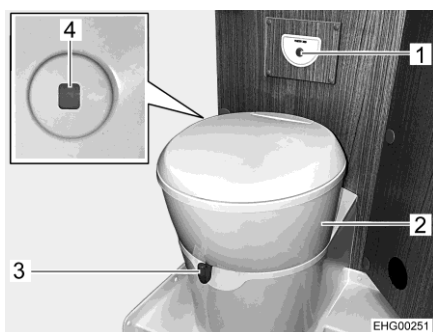

Fig. 104 Toilette
La tazza del WC può essere orientata nella posizione desiderata. A tale scopo, prendere con entrambe le mani la parte superiore (Fig. 104,2) della toilette e ruotare.
La centralina di controllo con il pulsante dello sciacquone (Fig. 104,1) è posizionata vicino alla tazza del WC.
Il colore dell'indicatore di livello (Fig. 104,4) passa da verde a rosso quando è necessario svuotare il serbatoio fecale.
- Prima di tirare l'acqua, aprire il cursore della toilette. A tal fine girare la leva del cursore (Fig. 104,3) in senso antiorario.
- Per sciacquare premere il pulsante blu (Fig. 104,1).